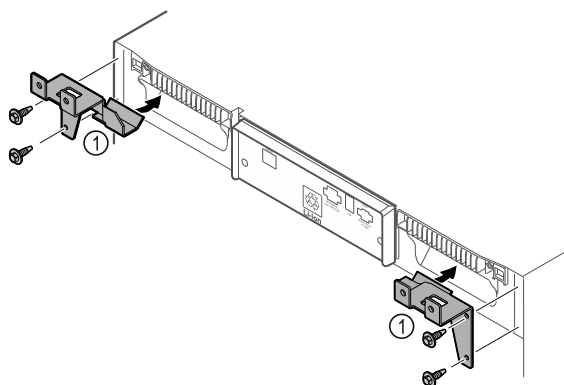

Fig. 11
- ▶ Holdedele Fig. 11 (1) monteres på apparatet med selvskærende skruer.